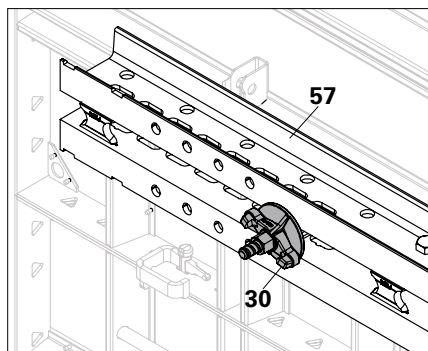

Fig. A4.25a
2. Installare il corrente SRZ/SRU (57) nel gancio traverso HSA (56). (Fig. A4.25a)
3. Serrare il gancio traverso HSA (56) con la contropiastra dado ad alette DW 15 (30). (Fig. A4.25a)